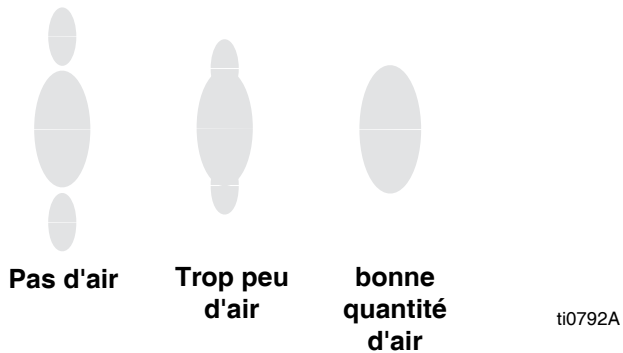

FIG. 7. Problèmes de jet de pulvérisation
- Consultez la section FIG. 7. Réglez la pression d'air de pulvérisation sur environ 0,35 bar (35 kPa, 5 psi) lors du déclenchement. Vérifiez le jet de pulvérisation, puis augmentez lentement la pression d'air jusqu'à ce que les extrémités soient complètement pulvérisées et intégrées au jet de pulvérisation. Veillez à ce que la pression d'air ne dépasse pas 7 bars (0,7 MPa, 100 psi).
3. Consultez la section FIG. 7. Pour un jet plus étroit, tournez le bouton de la vanne de réglage du jet (AA) dans le sens inverse des aiguilles d'une montre (vers l'extérieur). Si le jet n'est pas encore assez étroit, augmentez légèrement la pression d'air au pistolet ou utilisez une buse de taille différente.